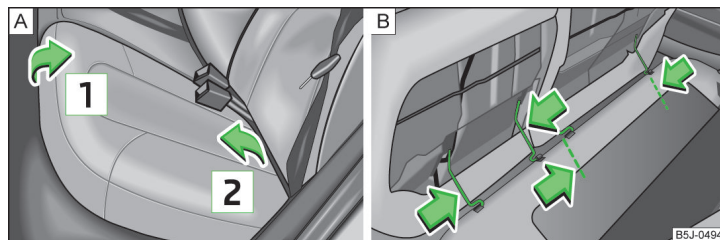

Fig. 58 Abatir hacia delante y desmontar los asientos
- Levante la banqueta en el sentido de la flecha **1** » fig. 58 y abátala hacia delante en el sentido de la flecha **2**.
- Presione el estribo de alambre en sentido de la flecha » fig. 58 - [B] y saque la banqueta de la fijación.
- Presione el estribo de alambre en el sentido de la flecha » fig. 58 - [B] y colóquelo en la fijación.